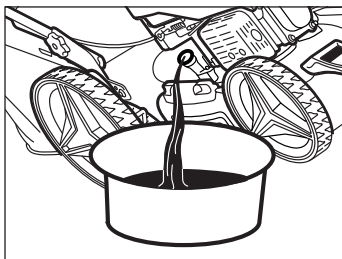

Рис. 20
- Опустите шланг приспособления для удаления масла из картера двигателя (в комплект поставки не входит) в масляный картер через заливную горловину, или наклоните газонокосилку и слейте масло в подготовленную емкость (Рис. 20), дайте отработанному маслу стечь полностью, утилизируйте его способом, который не повредит окружающей среде.